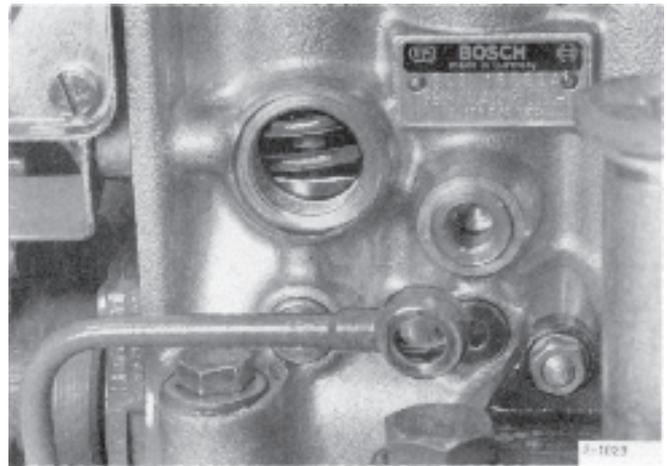

Fig. 131. Poussoir à sa position basse
Vérifier que le poussoir se trouve à sa position basse (figure 131).
7. Tourner le moteur dans le sens contraire de rotation d'environ 1/4 de tour. Vérifier que le poussoir se trouve à sa position basse (figure 131).